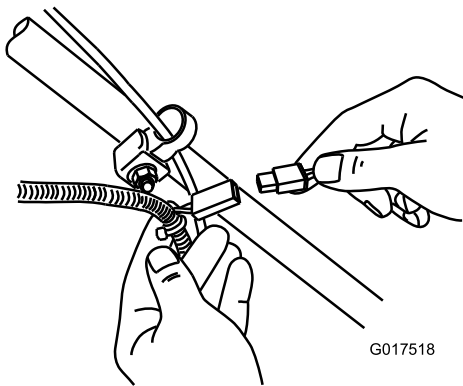

Figure 31
1. Branchez le chargeur sur le faisceau de câblage situé sous la clé de contact (Figure 31).